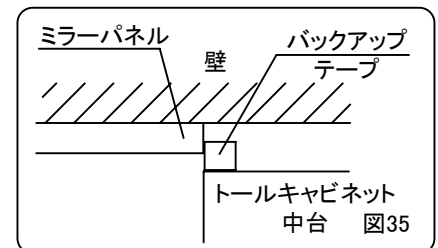

図35
- ④付属のバックアップテープを中台キャビネット背面のミラーパネル側に取付けてください。(図35)